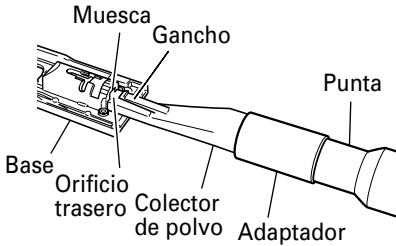

Fig. 24
- (6) Inserte el colector de polvo en el orificio trasero de la base hasta que el gancho encaje en la muesca. (Fig. 24)
- (7) Presione el gancho para desmontar el colector de polvo.